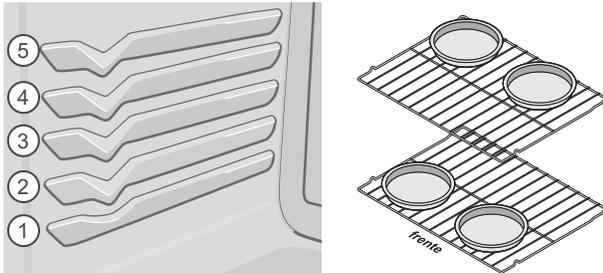

Figura 23: Posiciones de las parrillas de convección y espacio adecuado entre los utensilios
- Obtendrá los mejores resultados con tortas de capas usando la función "Cakes/Breads" (tortas/panes). Para conocer las posiciones de los utensilios y el espacio entre parrillas, consulte Figura 23 en página 21.